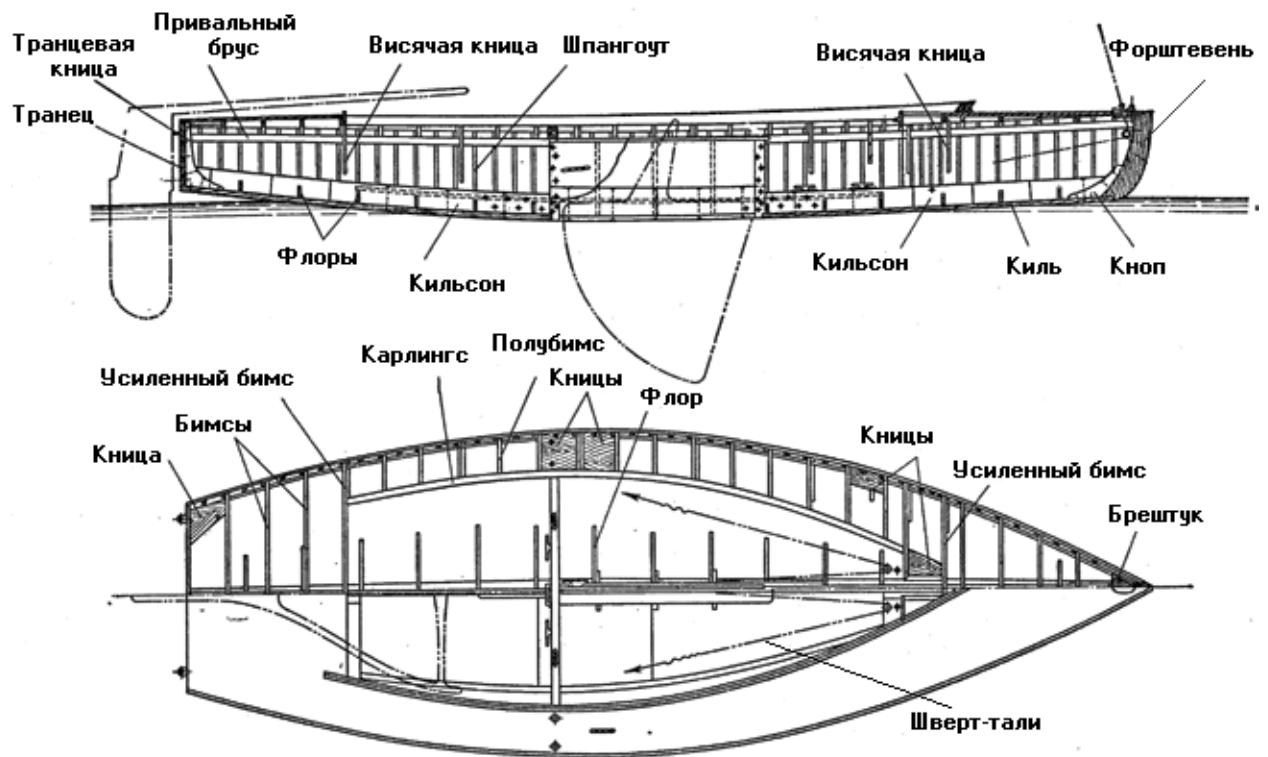

Рис. 26. Конструкция корпуса швертбота
Основное назначение **флоров** - скрепление ветвей шпангоутов, соединение их с килем и укрепление днищевой части обшивки. На флоры у швертботов и мелких кильевых яхт обычно кладутся слани. На некоторых швертботах поверх флоров вдоль киля кладется **кильсон**- продольный брус, дополнительно укрепляющий корпус в продольном направлении (**рис. 26**).
**Швертовый колодец** (см. рис. 26) имеет основание из двух досок, обычно дубовых, притянутых к килю болтами. Поверх основания набраны стенки из более тонких досок. Сзади и спереди колодец ограничен вертикальными стойками, к которым прикрепываются основание и стенки. По верхнему обрезу колодцаложен планширь. На него ложится резиновый буфер, надетый на болт рычага шверта и предохраняющий колодец от разрушения при ударе болта о планширь. Поперечную устойчивость колодца обеспечивает крепление его к флорам кницами или **шпонками** — вертикально поставленными поперечными досками. Часто колодец укрепляют специальной поперечиной, связывающей колодец (через планширь) с карлингсами и палубным